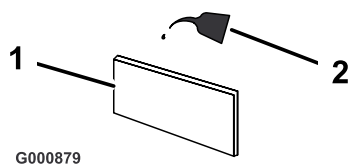

Bild 32
- C. Tränken Sie den Einsatz mit neuem Motoröl (Bild 32). Drücken Sie den Einsatz, um überflüssiges Öl zu entfernen.